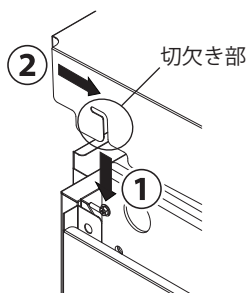

図6
2. 仮締めした取付ねじに、遮光板屋根の切欠き部を図6の①、②の順にはめ込んでください。（図6）